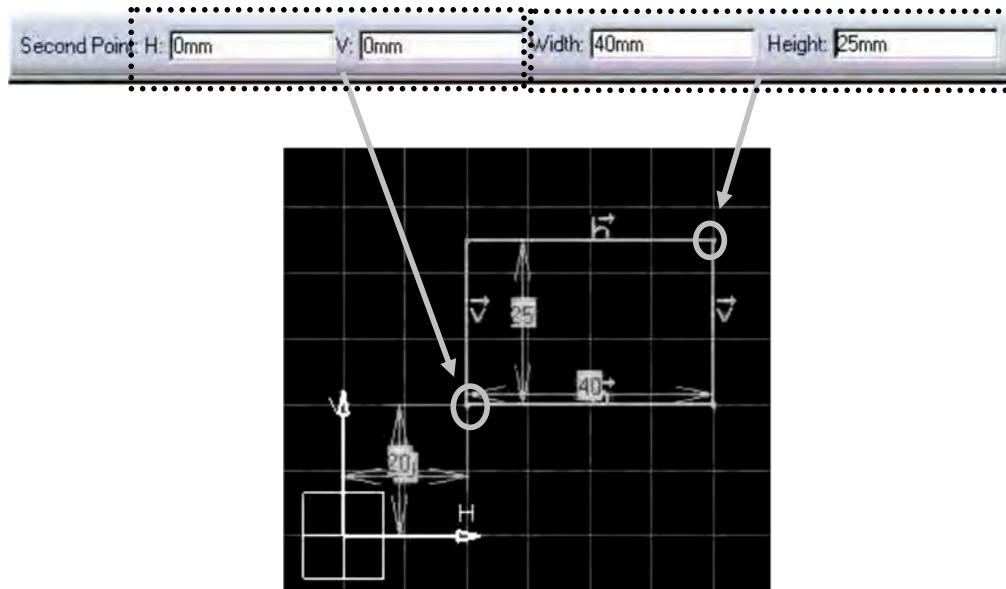

Figura 2.9: INTRODUCCIÓN DEL SEGUNDO PUNTO POR COORDENADAS
2) Para el segundo punto se introducen las coordenadas como se muestra a continuación en la figura 2.9 y dar enter.